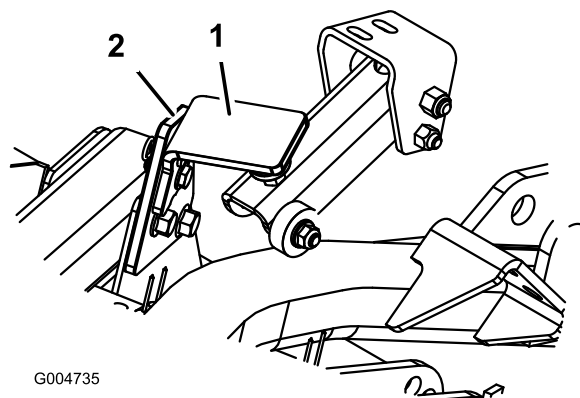

Figura 84
2. Retire o contrapino tipo grampo e pino de segurança que fixam o trinco de transporte da cobertura à respectiva placa (Figura 84). Desloque o trinco na direcção da parte posterior da cobertura.